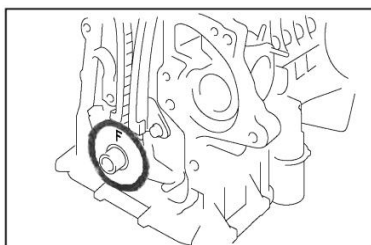

Рисунок II-104
7. Установите ограждение звездочки коленчатого вала по направляющей (см. Рисунок II-104).